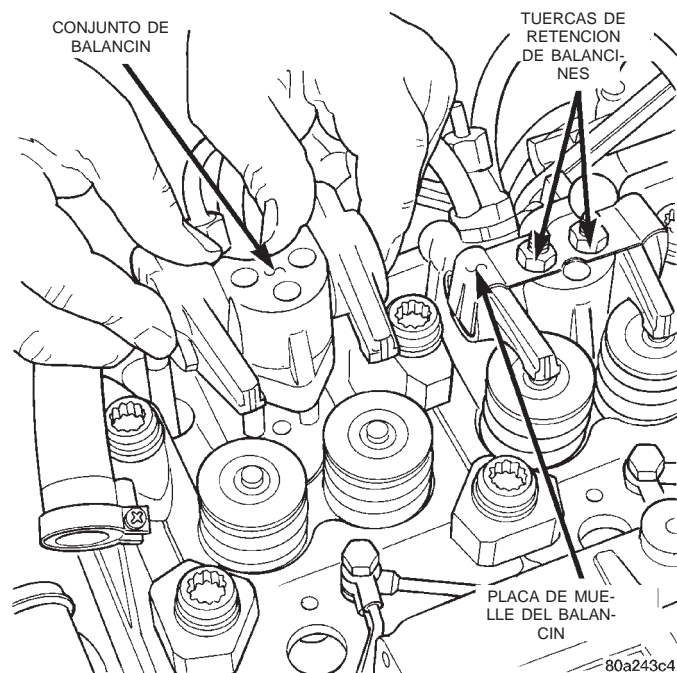

Fig. 29 Tuerca de retención del balancín
(1) Desconecte el cable negativo de la batería.
(2) Descargue el sistema de aire acondicionado, si lo tiene instalado. Para informarse de los procedimientos, consulte el grupo 24, Calefacción y aire acondicionado.
(3) Si tiene instalado aire acondicionado, retire las válvulas de servicio y tape los orificios del compresor. Consulte el grupo 24, Calefacción y aire acondicionado.
(4) Retire el soporte del generador.
(5) Retire la tapa de la culata de cilindros. Consulte desmontaje e instalación de la tapa de la culata de cilindros en esta sección.
(6) Retire la tuerca de retención del balancín (Fig. 29).
(7) Retire el conjunto de balancines. Colóquelos sobre un banco en el mismo orden en que fueron retirados.
(8) Retire las varillas de empuje y colóquelas sobre un banco en el mismo orden en que fueron retiradas.